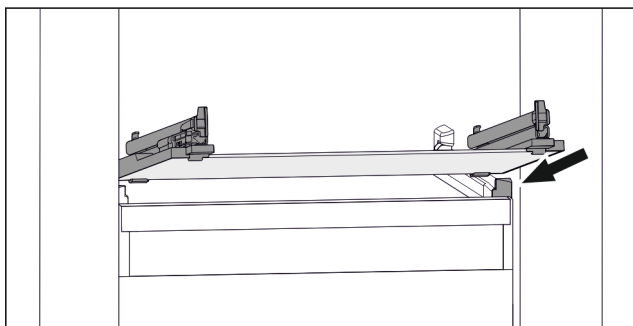

Fig. 134 Exempel på glashylla
- ▶ Sätt på glashylla i vinkel bakom stopplackarna. (se Fig. 134)